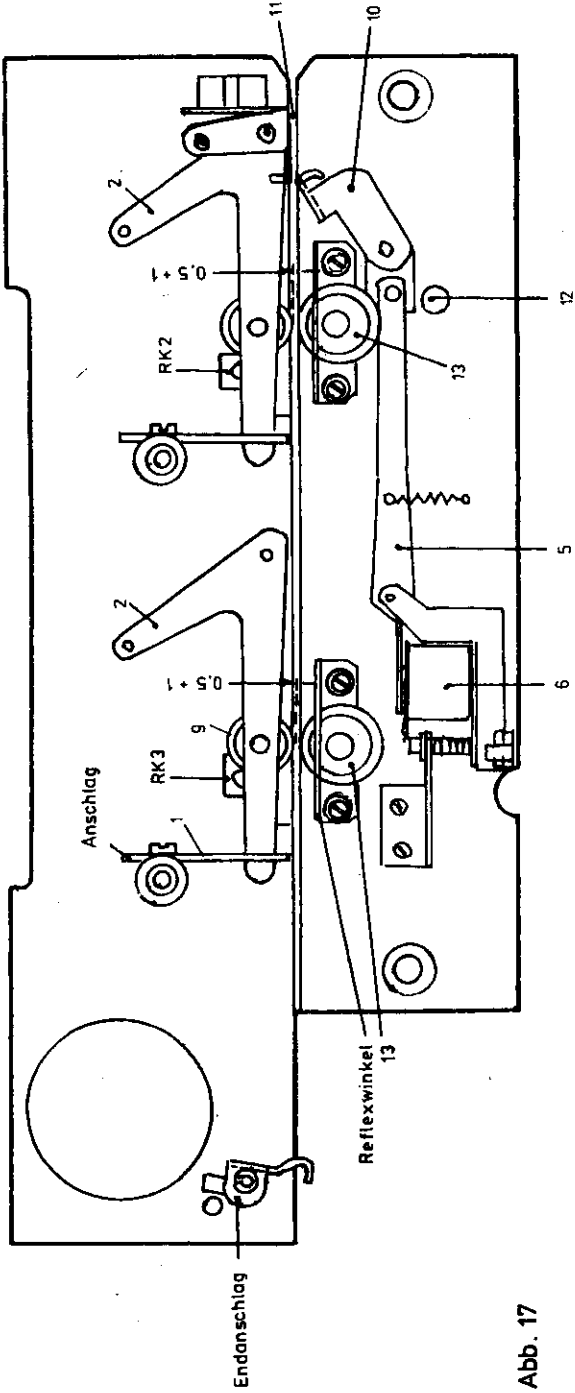

Abb. 17
Der Freigabemagnet hat in Grundstellung zwischen Spule (6) und Anker (5) einen Abstand von  $(0,5 + 0,1)$  mm zu haben. Der Sperrsattel (10) muß sicher Kartenbahn (11) sperren. Die Einstellung ist am Exzenter (12) vorzunehmen. (Abb. 17 und 18)
Ohne eingelegter Magnetkarte muß zwischen Andruckrollen der Transportwellen (13) und den Kugellagern (9) der Rollenhebel ein Luftspalt von  $(0,5 + 0,1)$  mm vorhanden sein. Die Einstellung erfolgt mit Hilfe der Blattlehre am Einstellblech (1). (Abb. 17)
Für die Kontrolle wird eine Magnetkarte unter dem Kopf bewegt und die Vorschubkraft mit einer Federwaage gemessen. Die Karte wird mit der Federwaage festgehalten und das Riemenrad von Hand weitergedreht. Es sind Werte von 500 p zulässig. (Abb. 17)
Die Führungsbahn wird mit einer Magnetkarte kontrolliert. Die Karte wird durch Drehen des Riemenrades von Hand über die gesamte Länge der Führungsbahn bewegt und durch Sichtkontrolle der einwandfreie Lauf der Karte bewertet. (Abb. 17)